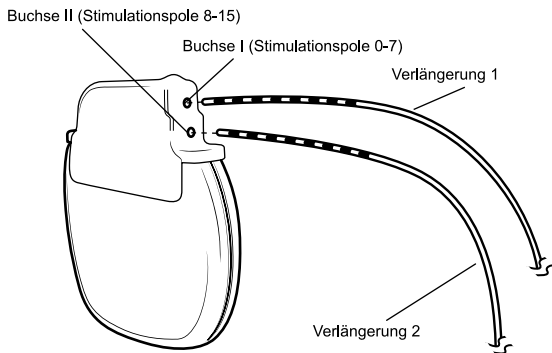

Abbildung 1. Einföhren der Verlängerungsstecker in den Neurostimulator.
3. Führen Sie jeden Verlängerungsstecker in die betreffende Buchse am Neurostimulator ein, bis er richtig im Konnektorblock sitzt (Abbildung 1).